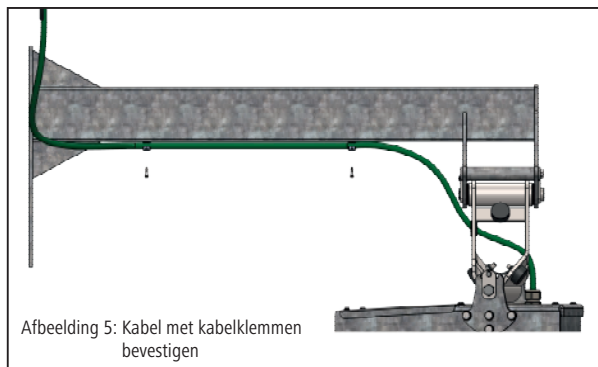

Afbeelding 4: Montage bovenste as scharnierdeel
1. Bovenste as (afb. 4 – pos. 6) uit scharnierdeel demonteren.
5. Bovenste as (afb. 4 – pos. 6) door lager in hangarm en scharnierdeel schuiven en monteren.
6. De as met bevestigingsschroef M14 (afb. 4 – pos. 10) bevestigen.
7. De as met schroef (afb. 4 – pos. 18) en zelfborgende moer (afb. 4 – pos. 19) tegen verdraaien beveiligen.
8. De bevestigingsschroef M14 met borgplaat (afb. 4 – pos. 11), schroef (afb. 4 – pos. 11), veerring (afb. 4 – pos. 12) en zelfborgende moer (afb. 4 – pos. 13) tegen loskomen beveiligen. Bevestig de motorkabel met klemmen en zelftappende schroeven aan de hangarm (afb. 5).